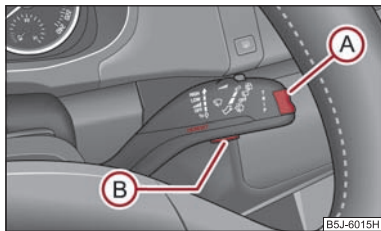

Fig. 20 Indicateur multifonctions:
- Appuyez sur la touche **(B)** ⇒ fig. 20. **Speed warning 50 km/h (Alerte vitesse 50 km/h)** est affiché sur le visuel d'informations*. Vous pouvez augmenter ou diminuer cette valeur au moyen de la touche **(A)**.
Si maintenant vous dépassez la vitesse réglée, **Speed 50 km/h exceeded (Vitesse 50 km/h dépassée)** s'affiche sur le visuel. Ce texte reste affiché jusqu'à ce que vous redescendiez en dessous de la limite réglée ou que vous supprimiez le texte affiché au moyen de la touche **(B)** ⇒ fig. 20.